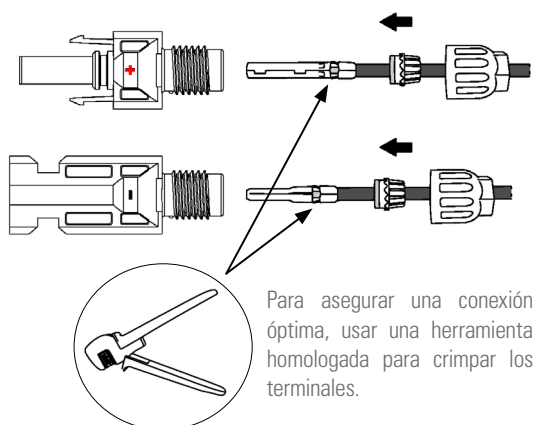

Fig. 18. Prensado del cable.
- d. Insertar el cable de DC a través de la tuerca del conector de DC en el terminal metálico y presionar el terminal con unos alicates profesionales de prensado (tirar del cable para verificar si el terminal está bien conectado al cable), tal como se muestra en la Fig. 18: